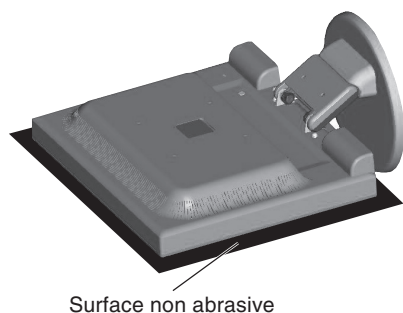

Figure R.1
2. Placez le moniteur face vers le bas sur une surface non abrasive (**Figure R.1**).